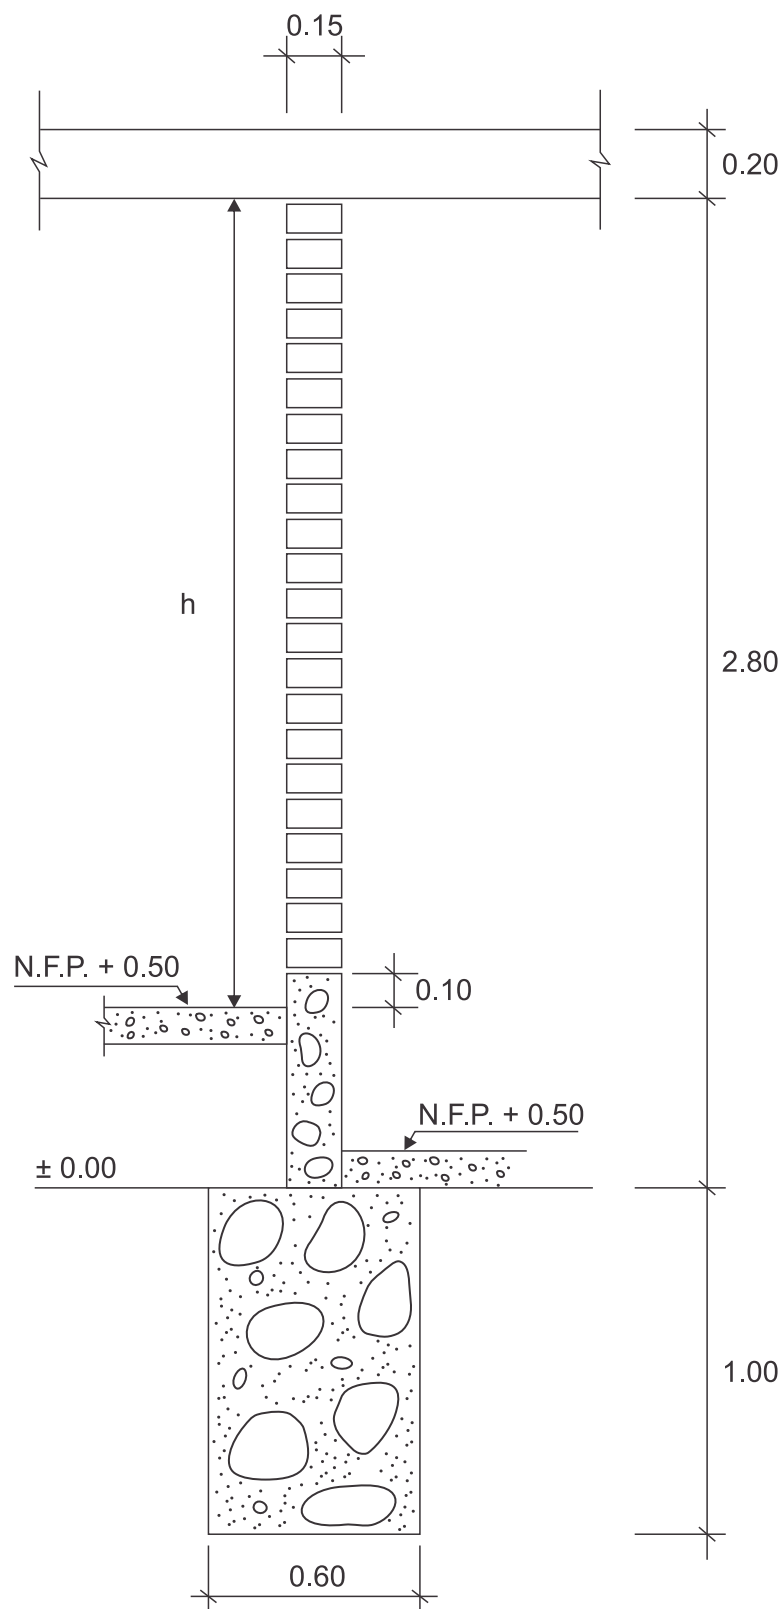

FIG. 2
3. Para el muro calcular: (Fig. 2)